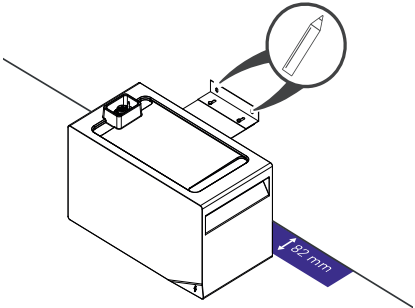

Fig. 7
7. Segnare e praticare i fori a parete di $\varnothing 8 \times 40$ mm o più profondi (assicurandosi che non siano presenti cavi o tubi) ([↗]Fig. 7 e 8).